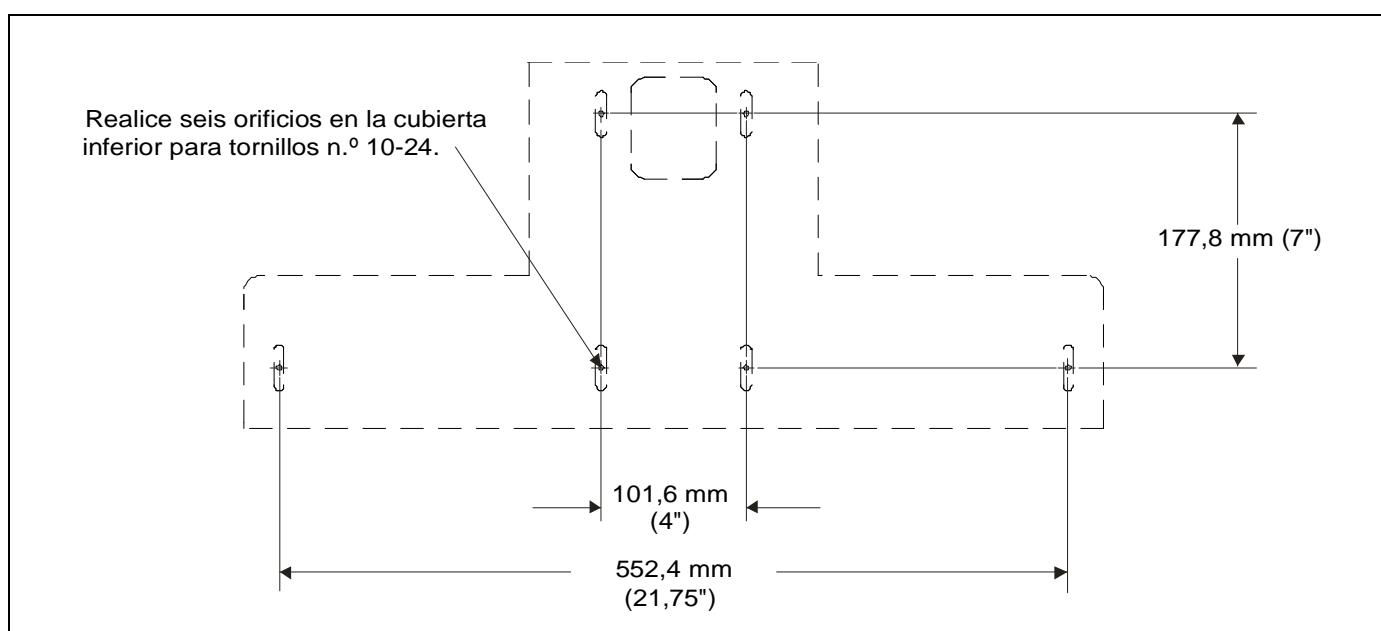

Figura 24
4. Prepare la cubierta inferior. Cúrtela del tamaño apropiado de modo que quede una separación entre la cubierta y la abertura del techo. Luego, realice seis orificios según el patrón y las medidas que se indican en la siguiente figura. (Consulte la Figura 24).